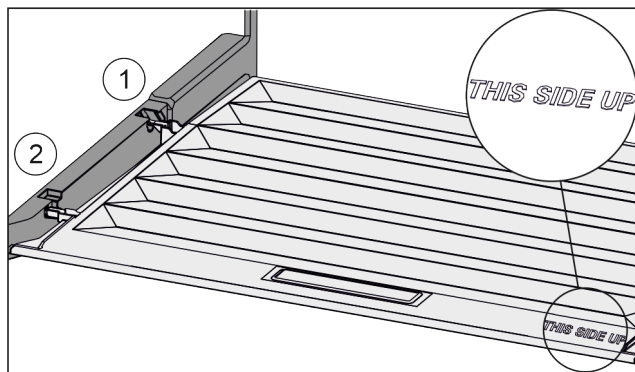

Fig. 153
- Dekselranden via de opening van de achterste houder Fig. 153 (1) aanbrengen en van voren in de houder Fig. 153 (2) klikken.